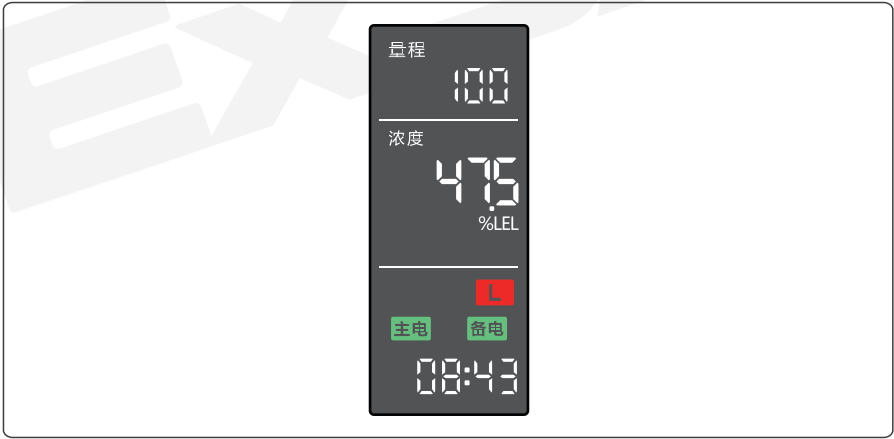

图 4-4
1. 低警状态：当控制器处于报低警状态，红灯点亮并闪烁，低限报警图标点亮为红色，控制器发出报警声，报警关联继电器动作，显示如下(图4-4)，按返回键可消音。